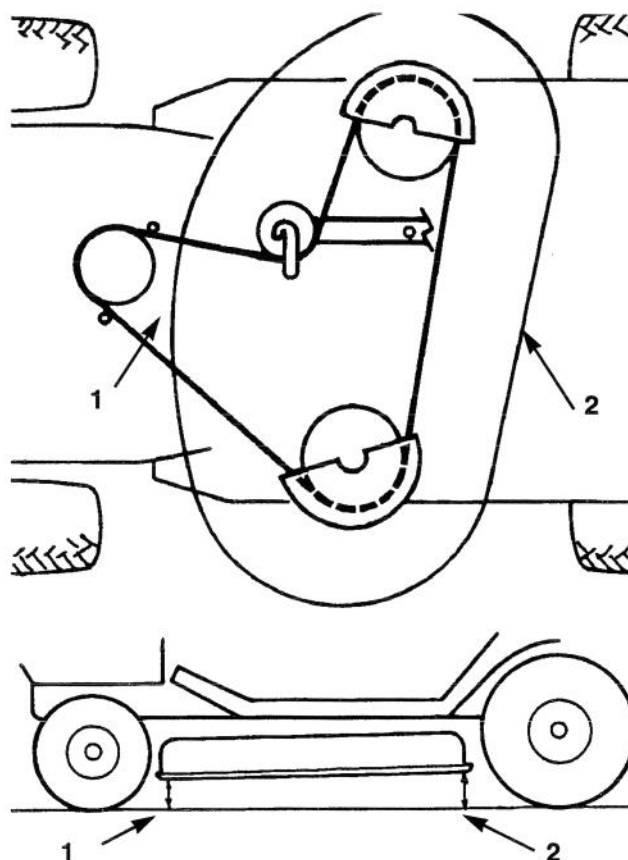

Figure 52
la tige (Fig. 52) et tourner la tige jusqu'à ce que cette dimension soit obtenue. Insérer ensuite l'extrémité de la tige dans le trou du support de la tondeuse et la fixer au moyen de la rondelle et de la goupille. Répéter cette procédure de l'autre côté de la tondeuse.
4. Mesurer la portion de tige dépassant du bloc de réglage de chaque côté du châssis (Fig. 52). Si la longueur de la tige n'est pas égale à 15,875 mm, déposer la goupille et la rondelle à l'extrémité de
6. Tourner les contre-écrous de blocage sur les boulons à oeillet pour changer le réglage (Fig. 52). Pour relever l'avant de la tondeuse, serrer les contre-écrous; pour l'abaisser, desserrer les contre-écrous.